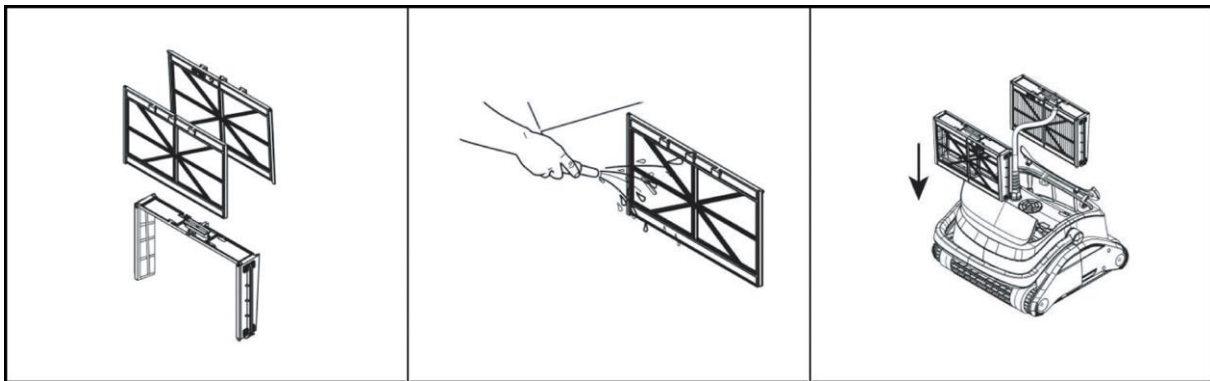

Abb. 6
- Reinigen Sie ebenfalls regelmäßig die Filterkörbe indem Sie die seitlichen Gitter nach oben schieben und diese gründlich säubern und ausspülen (Abb. 6).